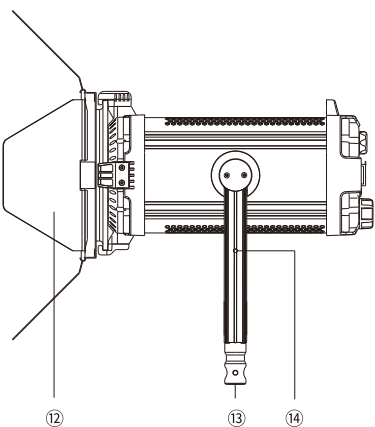

图4 FD-H100B侧面视图
使用前, 请根据使用需求安装好遮光板、遮光布, 灯具吊装使用时, 请配合安全绳使用, 安全绳应贯穿U型支架及吊环(吊环需自行安装于图4 ⑭处)。